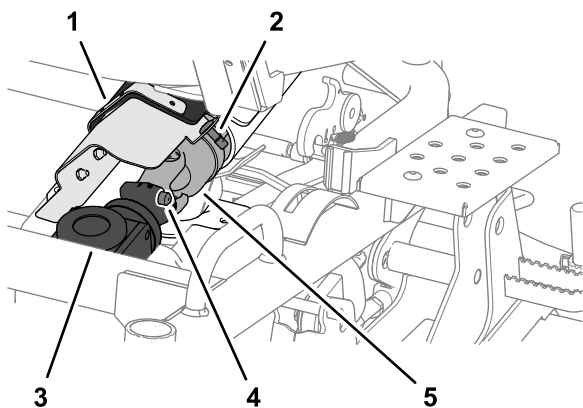

図 112
1. ベルトカバーについているユニバーサルジョイントのカバーの固定具を $1/4$ 回転させてカバーを開く 図 112。
2. 刈り込みデッキのギアボックスから駆動シャフトの前端部を外すスプリング負荷がかかっているピンを押しながら駆動シャフトを後方に引くと外れる 図 112。
1. 駆動シャフトのユニバーサルジョイントのスプラインと、ギアボックスのカップリングのスプラインとを合わせる 図 112 刈り込みデッキのギアボックスからの駆動シャフトの取り外し (ページ 70) を参照。
2. スプリング付きピンを押し込んでから駆動シャフトを前方に押し込む 図 112 刈り込みデッキのギアボックスからの駆動シャフトの取り外し (ページ 70) を参照。
3. スプリング付きピンから手をはなし、駆動シャフトのユニバーサルジョイントがギアボックスに固定されていることを確認する 図 112 刈り込みデッキのギアボックスからの駆動シャフトの取り外し (ページ 70) を参照。
4. ユニバーサルジョイントのカバーを閉じて、1/4 回転固定具でベルトカバーに固定する 図 112 刈り込みデッキのギアボックスからの駆動シャフトの取り外し (ページ 70) を参照。